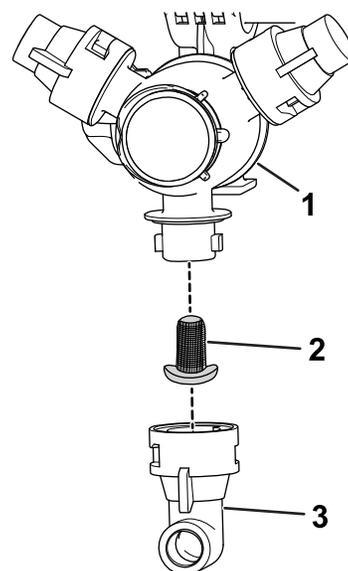

Bild 52
2. Nehmen Sie die Düse vom Sprühdrehkreuz ab (Bild 52).
3. Entfernen Sie den Düsenfilter (Bild 52).
5. Setzen Sie den Düsenfilter ein (Bild 52).
6. Setzen Sie die Düse auf das Sprühdrehkreuz auf (Bild 52).